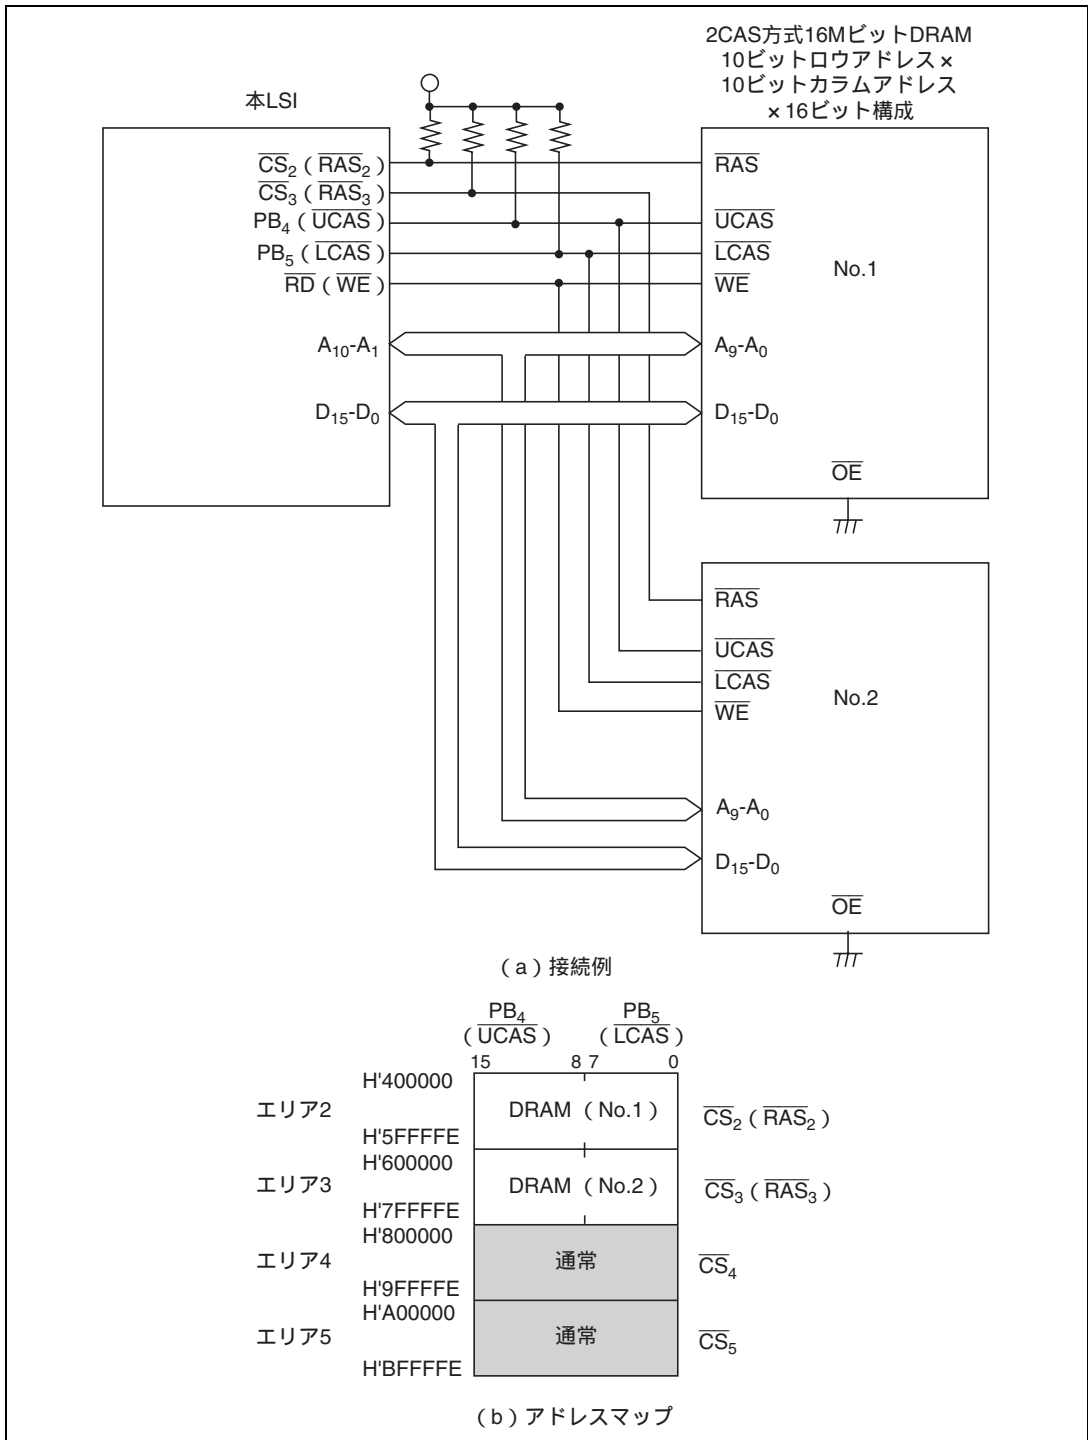

図 6.31 ×16 ビット構成 (2CAS 方式) の 16M ビット DRAM の接続例とアドレスマップ
- (1) 図6.31に $\times 16$ ビット構成（2CAS方式）の16MビットDRAMを2個使用する場合の接続例とそのアドレスマップを示します。本例では10ビットロウアドレス \times 10ビットコラムアドレスのタイプのものを使用しています。エリア2～5をDRAM空間に設定することにより最大4個のDRAMを接続できます。